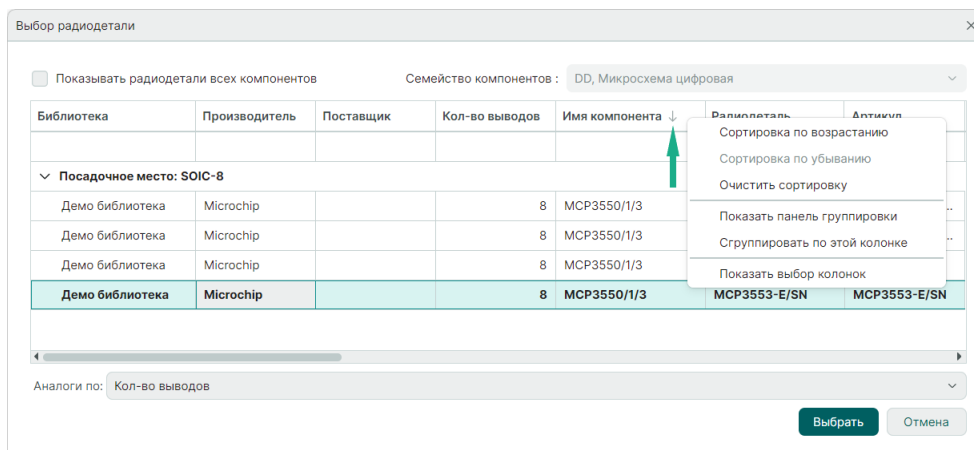

Рис. 98 Изменение сортировки внутри столбца
6. Сортировка данных внутри столбца возможна двумя способами: нажмите на заголовок необходимого столбца или выберите команду «Сортировка по возрастанию»/«Сортировка по убыванию» из контекстного меню на заголовке столбца. Текущий способ сортировки будет обозначен символами ↑ «Сортировка по возрастанию» и ↓ «Сортировка по убыванию», Рис. 98.